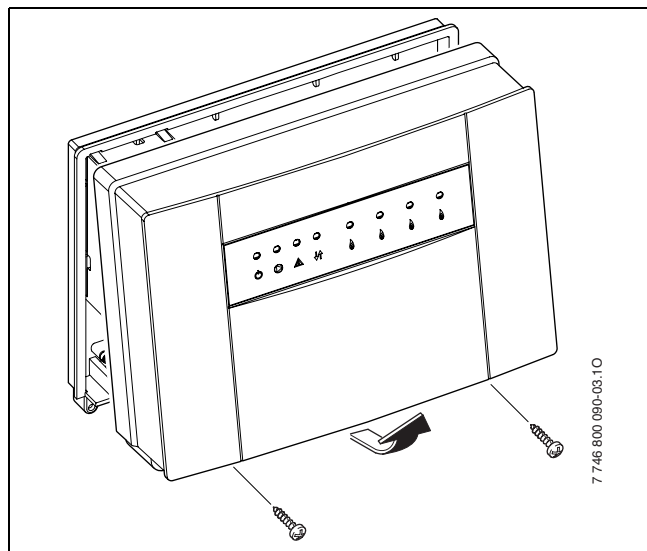

Fig. 18 Retirer le couvercle
- ▶ Desserrer les 2 vis situées en bas du module MCM10, tirer le couvercle simultanément vers le bas et l'avant et le retirer par le haut (→ Fig. 18).
- Ouvrir le carter du module maître MCM10 (→ Fig. 18, page 28).